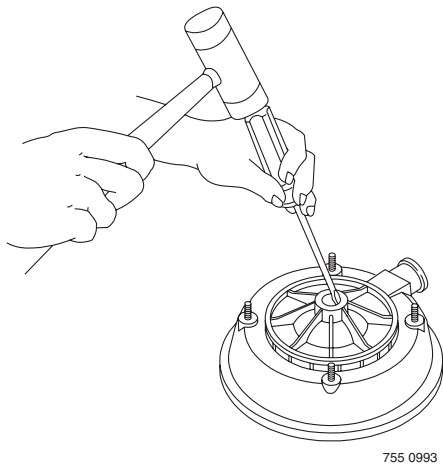

Figure 23 – Pour chasser le joint
- Poser la moitié du corps de la pompe sur une surface plane en l'orientant vers le bas, puis chasser la moitié fixe du joint (se reporter à la Figure 23).